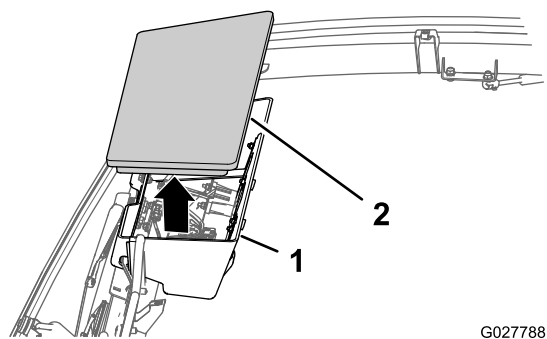

Figura 34
3. Retire la tapa de la consola superior (Figura 34).